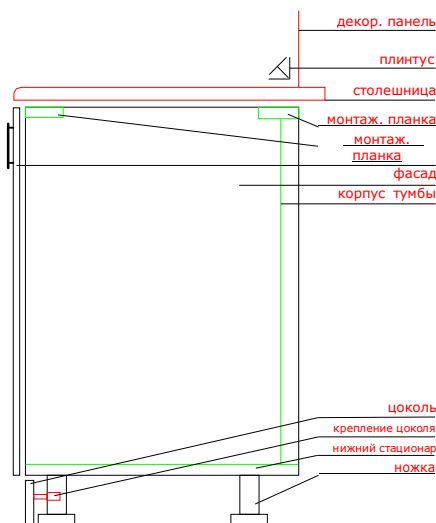

Рис. 4 Установка столешницы, стеновой панели и плинтуса на столешницу
5. Для установки плинтуса на столешницу сначала необходимо во всех наружных и внутренних углах, где будет располагаться плинтус, установить основания угловых переходников. Затем необходимо измерить точные расстояния и отрезать куски плинтуса нужной длины с помощью ножовки по металлу или электролобзиком. Для крепления плинтуса следует снять декоративную накладку с основания и прикрутить его к столешнице с помощью саморезов $3,5 \times 15$. Затем на основание надеть декоративную накладку и установить верхние части угловых переходников и если необходимо, торцевые заглушки. Рис. 4